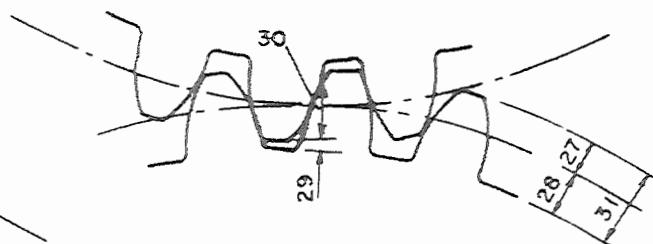

Fig 17
- 29 - Folga Radial (Clearance) - é a quantidade pela qual o dedendum de uma dada engrenagem excede o addendum da sua engrenagem conjugada. Fig.17.